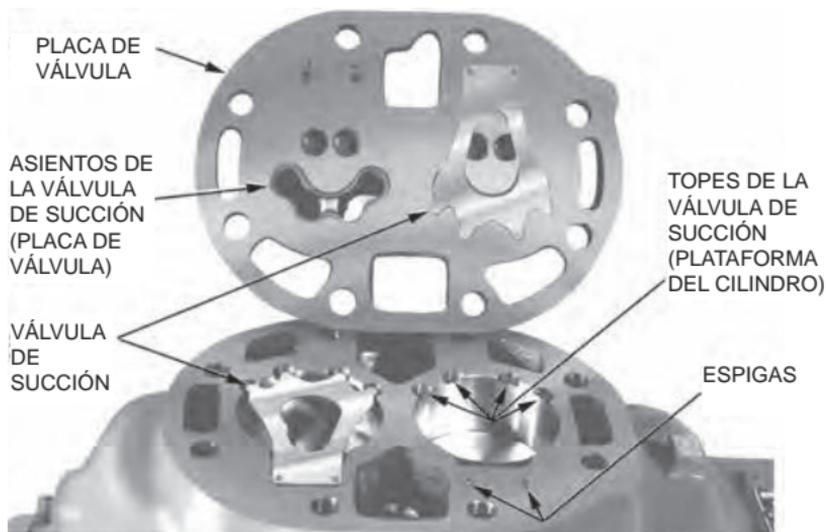
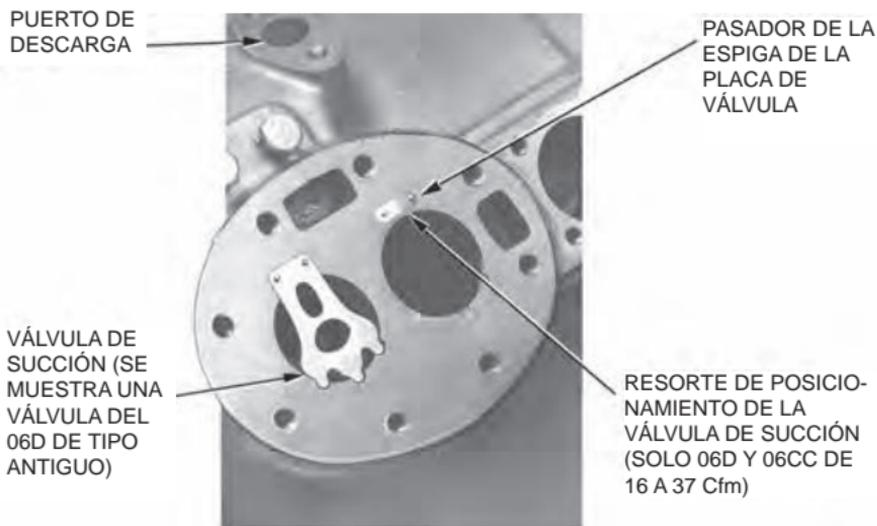

Fig. 3: Placa de válvula extraída (se muestra la placa de la válvula de refrigeración del 06E)
Fig. 4: Válvula de succión y posicionamiento Resortes en su lugar (se muestra el 06D)
4. Haga palanca hacia arriba en los costados de la placa de válvula para quitarla del cárter. Esto proporciona acceso a las válvulas de láminas de succión (consulte la fig. 3). Quite las válvulas de succión de los pasadores de espiga. En los compresores 06D y 06CC (16 a 37 Cfm), también quite los resortes de posicionamiento de la válvula de succión (consulte la fig. 4).
1. Si reensambla los componentes existentes, no intercambie las válvulas ni las rote. Se deben reensamblar en su posición original. Instale los resortes de posicionamiento de la válvula de succión (solo compresores 06CC de 16 a 37 Cfm y 06D) en los pasadores de espiga. Monte los resortes de posicionamiento con el cojinete de los extremos del resorte contra la cubierta del cilindro (fig. 4), con el arco del resorte hacia arriba.